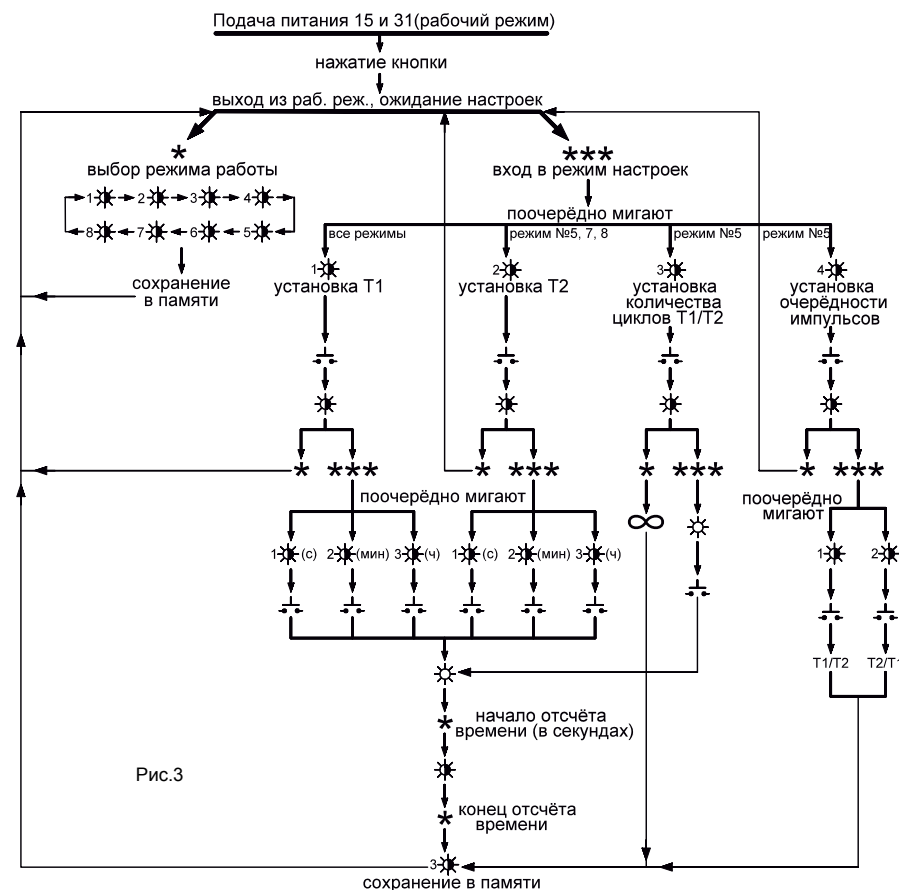

Рис.3
- 1.3.Настроить параметры реле с помощью кнопки в соответствии с диаграммой (рис.3).